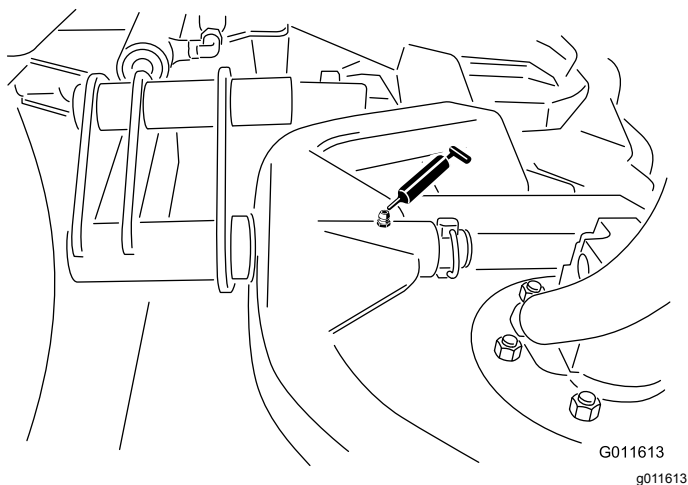

Figure 47
- Pivot de bâti porteur de plateau de coupe (x 1) (Figure 47)